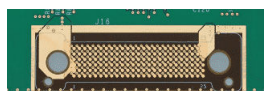
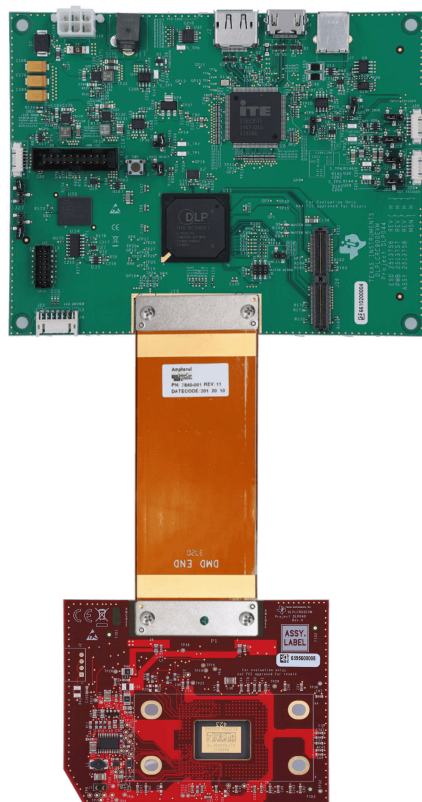

図 1-8. DLPLCR900EVM のフレックス ケーブル パッド
図 1-9. DLPLC900EVM と DLPLC65EVM を組み立てた状態
- DMD EVM に付属のフレックス ケーブルの一端には「DMD End」というマークが付いており、主要なピンが斜め方向に配置され、DMD 基板に対して一方方向にしか取り付けられないようになっているため、基板の反対側への取り付けを防止できます。絶縁バッカー プレートを、DMD 基板の反対側に、接続ピンとともにフレックス側から配置し、ネジを注意深く締めます。反対側のネジを互い違いに締め、ネジがしっかりと止まり、しかし締めすぎないようにします (ネジのトルク要件: 6~8 インチポンド [0.7~0.9N-m])。フレックス ケーブルの DMD 側の端を、サンプルの DMD 基板に正しく取り付け例を、図 1-9 に示します。
- フレックス ケーブルのもう一方の端は、シングル DLPC900 コントローラ基板に接続されます。主要なピンは横方向に对称に配置されており、コントローラ基板のどちらの側からも挿入できます。ケーブルがシングル DLPC900 コントローラ基板の正しい側に接続されていることを確認するため、接続フレックス ピンが 図 1-8 に示すパッドを向いていることをチェックします。絶縁バッカー プレートを、コントローラ基板の反対側に、ピンとともにフレックス側から配置し、ネジを注意深く締めます。反対側のネジを互い違いに締め、ネジがしっかりと止まり、しかし締めすぎないようにします (ネジのトルク要件: 6~8 インチ * ポンド [0.7~0.9 N * m]) シングル DLPC900 コントローラ基板に正しく取り付けられたフレックス ケーブルの両端を、図 1-9 に示します。